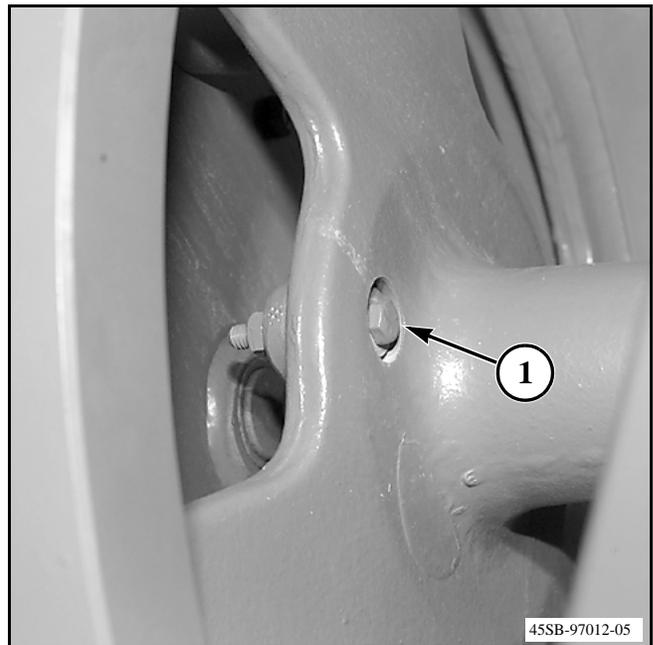

FIG. 5
FIG. 5: El perno de corte del volante (1) lo conecta con las demás piezas del tren de impulsión. Cuando el perno de corte del volante se rompe, el volante no puede impulsar la enfardadora.